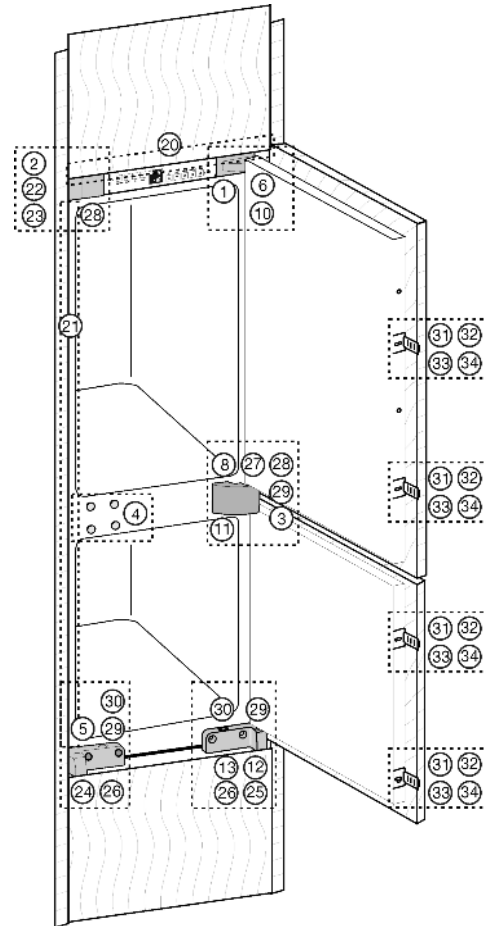
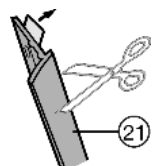
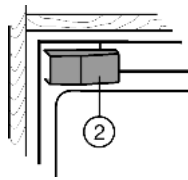

Fig. 6
Fig. 9
Fig. 10
► Coller la bordure de protection Fig. 9 (21) du côté préhension et à fleur sur la paroi latérale de l'appareil : Retirer le film de protection et coller la bordure de protection.
► Si nécessaire, raccourcir la bordure de protection Fig. 9 (21) à la hauteur de la niche.
► Appliquer la bordure de protection Fig. 9 (21) exactement sous l'équerre de fixation Fig. 6 (22).
- ▶ Retirer le cache Fig. 10 (2).
- ▶ Retirer le cache Fig. 6 (3) du support central Fig. 10 (11).